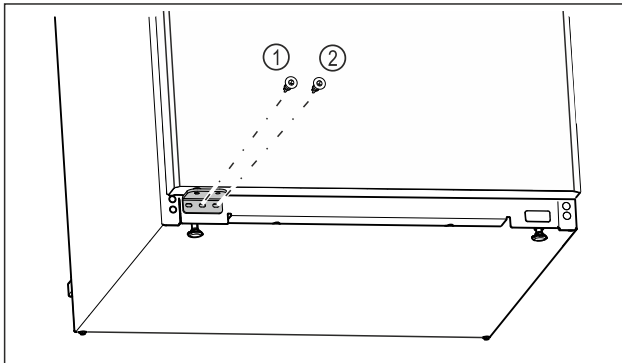

Fig. 25
- Skru fast den midtre skruen til lagerbukken Fig. 25 (1) med skrutrekkeren Torx 20.
- Skru fast den innvendige skruen til lagerbukken Fig. 25 (2) med skrutrekkeren Torx 20.